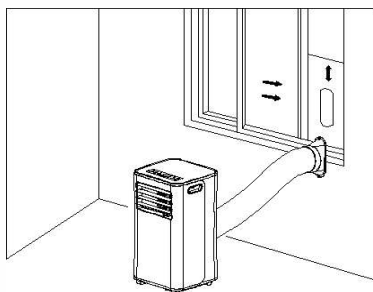

Figure 5
2. Allongez le tuyau d'évacuation et enclenchez l'extrémité plate des raccords du tuyau d'évacuation dans l'orifice de l'ensemble de plaque d'étanchéité de la fenêtre (comme illustré sur les figures 5 et 6).